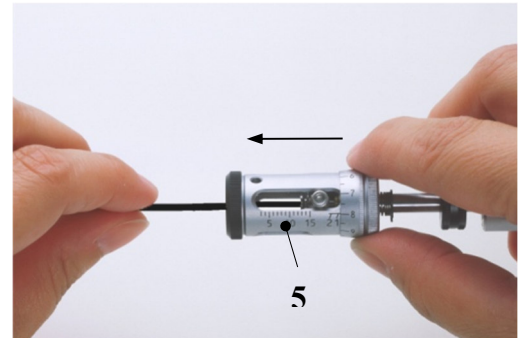

Bild 6. Messer schliessen
- Abisolierkopf **(5)** langsam loslassen. Die Messer schliessen sich bis auf den Kabelaussendurchmesser. **(Bild 6)**